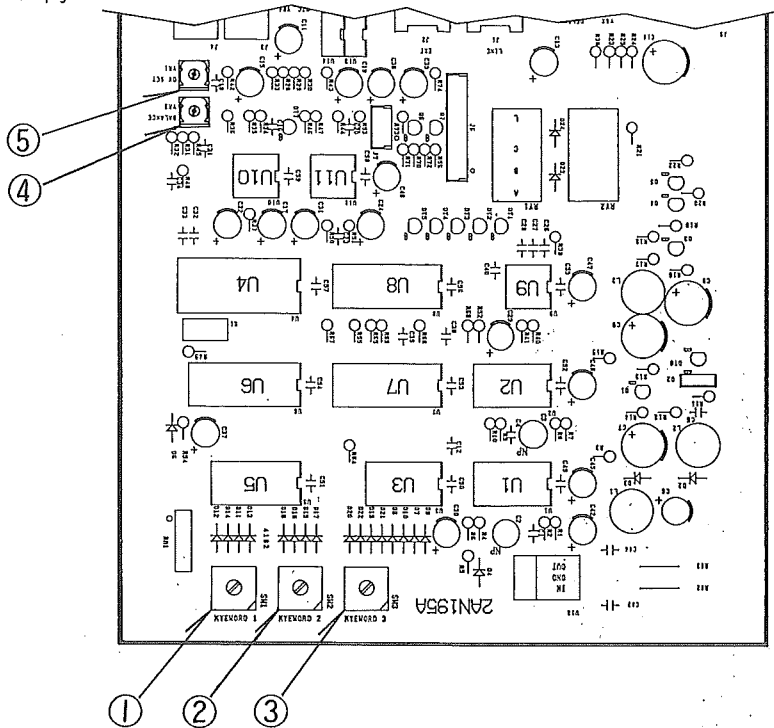

図3
- キーワード設定スイッチ1、2、3をそれぞれ任意の数字に設定します。(図3参照)